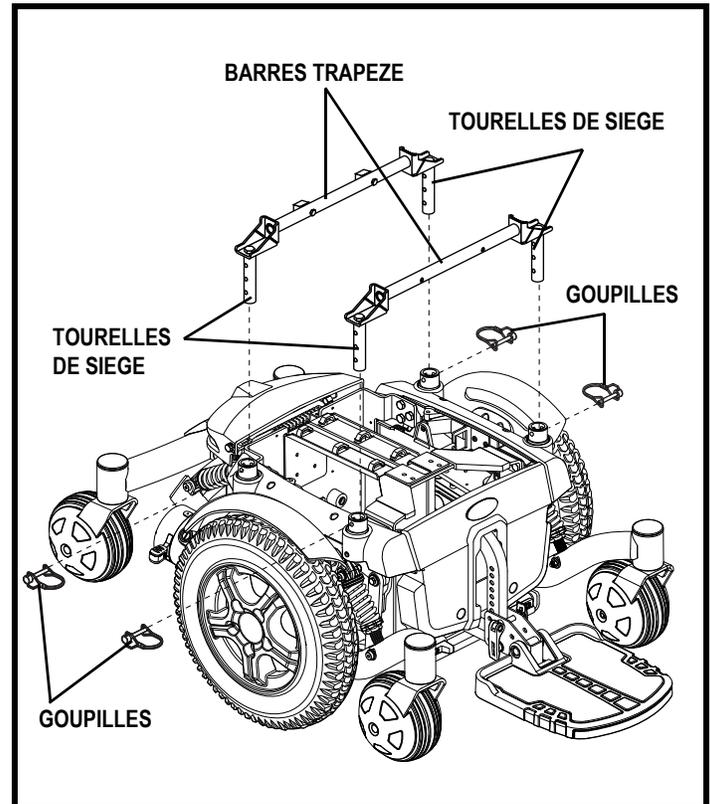

Figure 16. Réglages de la hauteur et de inclinaison du siège
8. Retirez les agrafes de fixation des tourelles sur la base motorisée. **Voir la figure 16.**